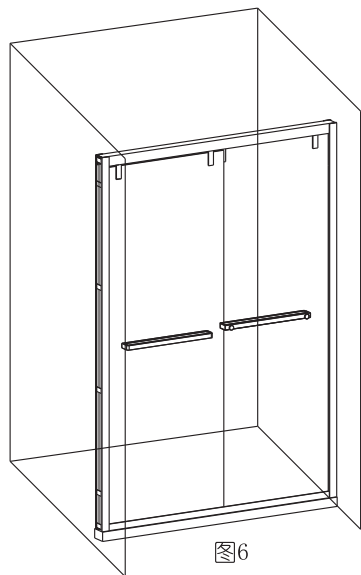

图6
9. 重新检查一次淋浴屏，开关门是否顺畅，各部件是否固定紧。确认安装无误后，整体清洁淋浴屏，最后在“边料型材”与墙面间，大理石与下滑道间，打好玻璃密封胶，待24小时玻璃胶干透后，方可放心使用。（如图6所示）。